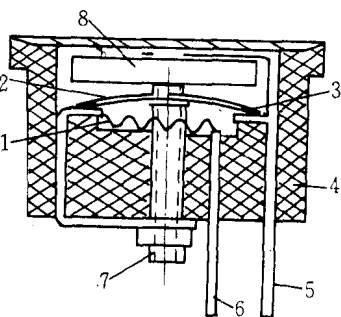

图 2
PTC 自保式热保护器是针对这种情况开发的,该保护器在普通双金属片热保护器的基础上增加 PTC 元件构成自保、报警功能。下面结合图2,对该保护器的构造、原理及优点进行说明。
如图2所示。PTC 自保式热保护器由电热丝①,双金属片②,触点③,绝缘外壳④,接线端子⑤、⑥,调节螺丝⑦,PTC 元件⑧组成,PTC 元件⑧与双金属片②并联在电路上,正常情况下,它对电路无任何影响。当发生过电流或过热时,双金属片上翘,触点③断开,电路经接线端子⑤、PTC 元件⑧、调节螺丝⑦、电热丝①、接线端子⑥接通。由于 PTC 元件是一种具有正温度系统的半导体热敏电阻器